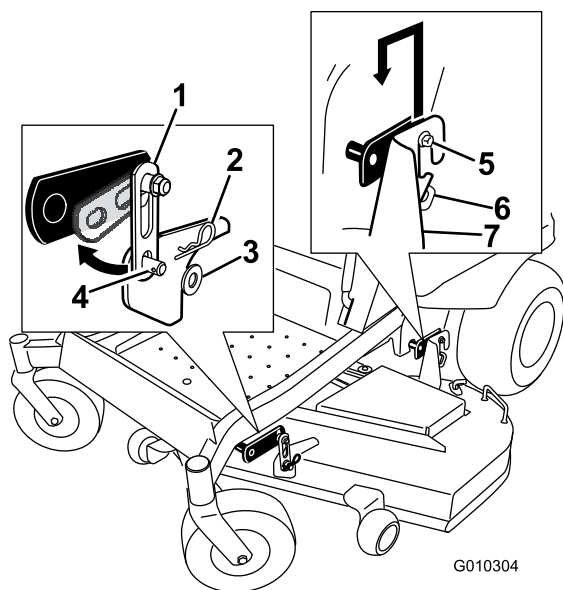

Figura 68
- Retire los herrajes de las pletinas de suspensión delanteras en ambos lados de la plataforma (Figura 68).
- Retire la plataforma con cuidado de los pernos de las pletinas de suspensión y baje la parte delantera de la plataforma al suelo (Figura 68).
sujételas con una arandela y un pasador de horquilla (Figura 68).
5. Eleve la parte trasera de la plataforma del cortacésped y coloque los soportes de las pletinas de suspensión sobre sus pernos (Figura 68).